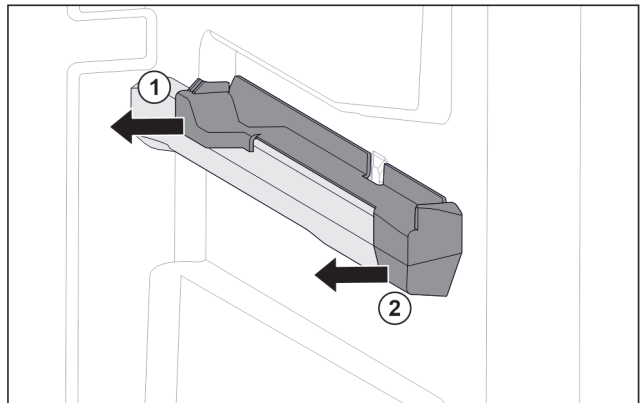

Fig. 73 Aufsteckteil auf der rechten Behälterrippe
- ▶ Aufsteckteil unten hinten greifen. Fig. 73 (1)
- ▶ Aufsteckteil hinten zur Seite abziehen. Fig. 73 (1)
- ▶ Aufsteckteil vorne zur Seite abziehen. Fig. 73 (2)